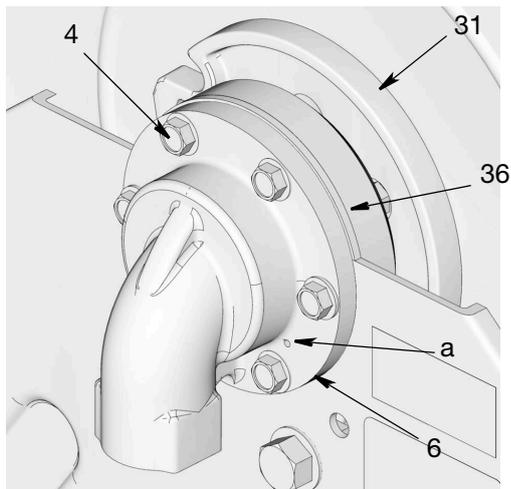
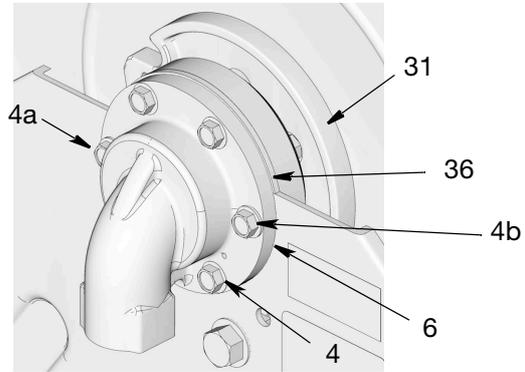

FIG. 20
FIG. 21
- La entrada (6) está diseñada con un agujero de drenaje (a) para indicar una junta con fallo (FIG. 20).
2. Quite los seis pernos (4) (FIG. 20).
- No es necesario retirar la entrada (6) para cambiar la posición.
- Solo modelos de presión media: El suplemento (36) se puede mover fuera de su lugar por detrás de la salida cuando se retiran los pernos. No pierda esta pieza. Se necesitará para volver a realizar el montaje después de que se ajuste la ubicación de la salida.
3. Gire la entrada (6) a la ubicación deseada.
4. Solo modelos de presión media: Alinee el suplemento (36) entre la entrada (6) y el retenedor del cojinete (35) (FIG. 21).
5. Instale los 2 pernos laterales (4a y 4b), según se muestra en la FIG. 21, a través del bastidor y en la entrada (6). Apriete los pernos lo suficiente para mantener todo en su lugar.
6. Instale los cuatro pernos restantes (4). Ajuste con la mano y luego apriete todos los pernos a 25 a 35 ft. lbs (33,9 a 47,45 N•m).